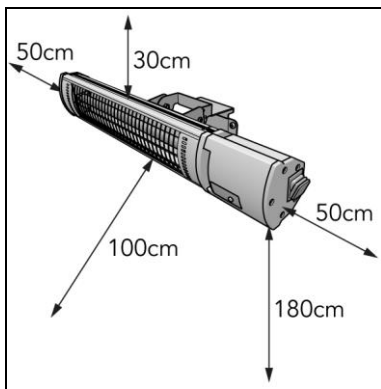

Figura 8
2. Așezați dispozitivul la o distanță minimă (Figura 8) de: